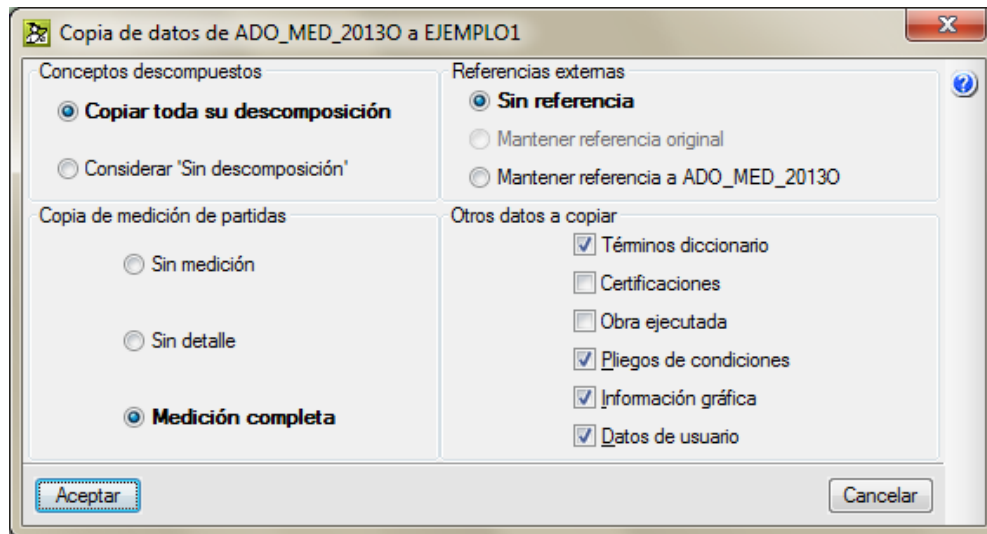

Fig. 2.1
*Recuerde que para disponer de pliego de condiciones en un concepto copiado este estará disponible siempre y cuando al copiar por primera vez un concepto de una base de datos a otra hubiese seleccionado en el diálogo **Copia de datos...** que entre la información que desea copiar se encuentra el **Pliego de condiciones** de lo contrario no dispondrá de esta información en el concepto copiado Fig. 2.1*